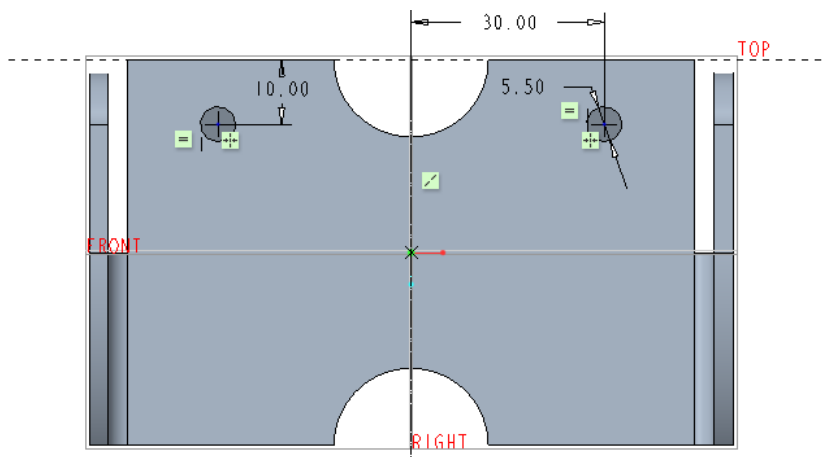

图 5-176 绘制图形
(3) 绘制图 5-176 所示的剖面, 单击  (确定) 按钮。